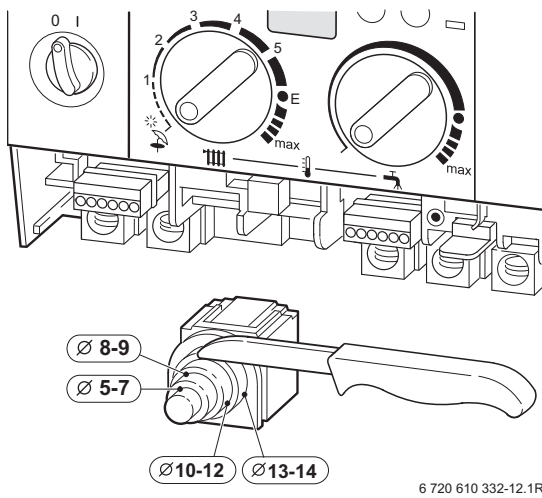

Рисунок 11
- ▶ Для забезпечення захисту від водяних бризок (IP): слід завжди прокладати кабель крізь отвір під кабельний увід із діаметром не більш ніж діаметр кабелю (див. Рис. 11).